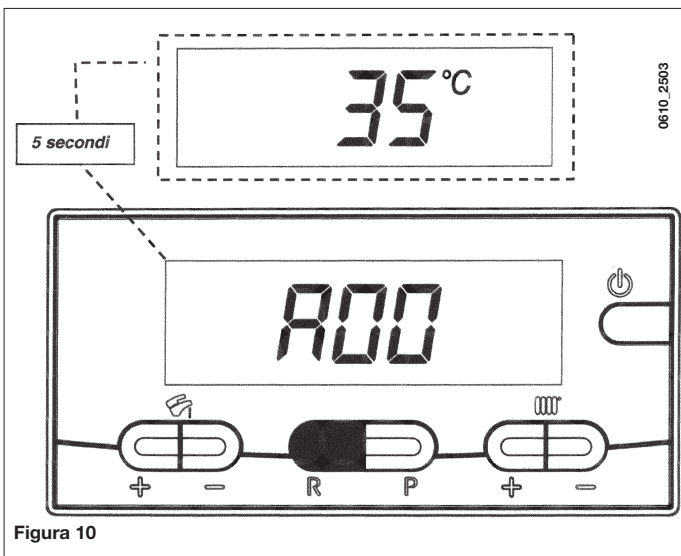

Figura 10
- Tenere premuto il tasto **R** per circa 6 secondi. Quando la funzione è attiva il display visualizza la scritta **"A00"** (...**"A09"**) che si alterna al rispettivo valore (figura 10);